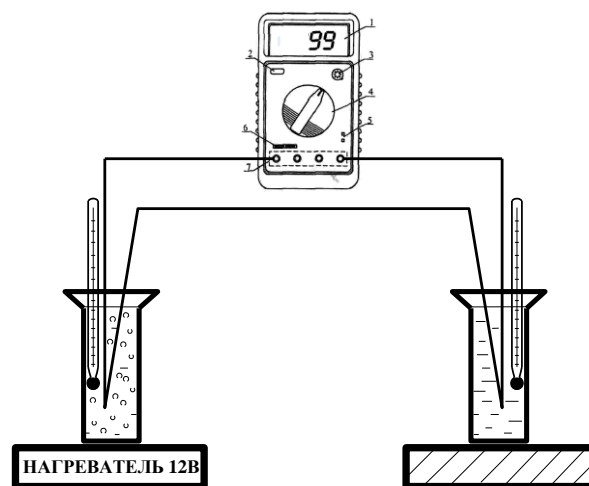

Рис. 2
Два спаянных между собой проводника из различных металлов называются **термопарой** (рис. 2).
1. Соберите цепь по схеме (рис. 2). При включении цепи мультиметр должен показывать нуль.